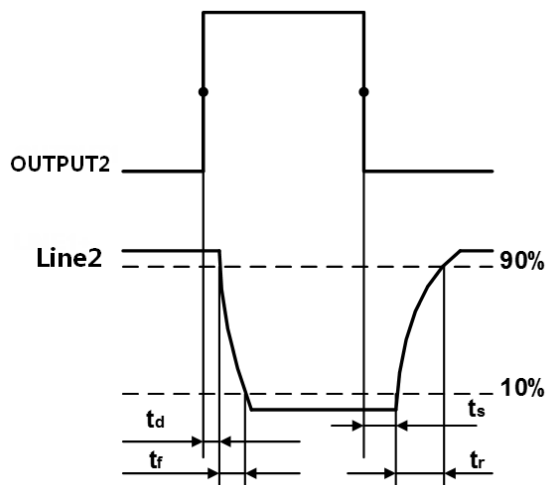

图 7-20 Line2 输出电路参数
- 上升沿延时= t_r+t_d ： $<20\mu\text{s}$ ($0^{\circ}\text{C}\sim 45^{\circ}\text{C}$)，参数说明见图 7-20
- 下降沿延时= t_s+t_f ： $<20\mu\text{s}$ ($0^{\circ}\text{C}\sim 45^{\circ}\text{C}$)，参数说明见图 7-20